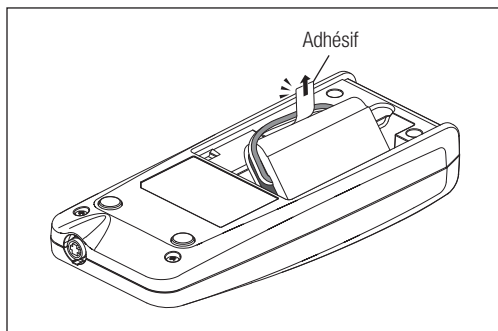

Fig. 7
- 4) En tirant sur l'adhésif apposé sur les piles, retirez la pile existante. (Fig. 7)